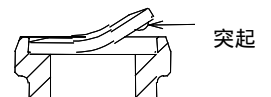

図3. パッキン挿入方法
(2) 組付け方
- ii. パッキンを図3の様に端から挿入して下さい。向きは、リング状の突起がある面が下になります。